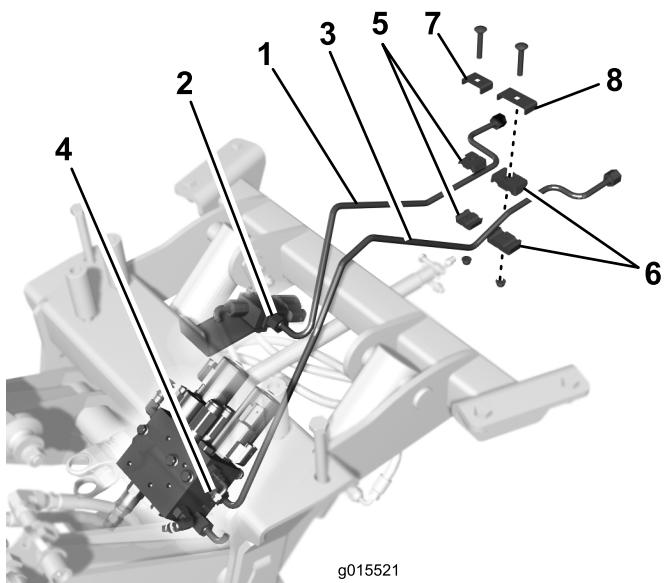

図 9
3. 短い油圧チューブの後端部を、マシンのチューブに接続する図 9。
4. 長い油圧チューブの後端部を、マシンのチューブに接続する図 9。
6. 短い油圧チューブを近くのマシン側のチューブに接続する小さいクランプ、プレート、キャリッジねじ、フランジナットを使用し、図 9 のように取り付ける。
7. 長い油圧チューブを近くのマシン側のチューブに接続する大きいチューブクランプ、プレート、キャリッジねじ、フランジナットを使用し、図 9 のように取り付ける。